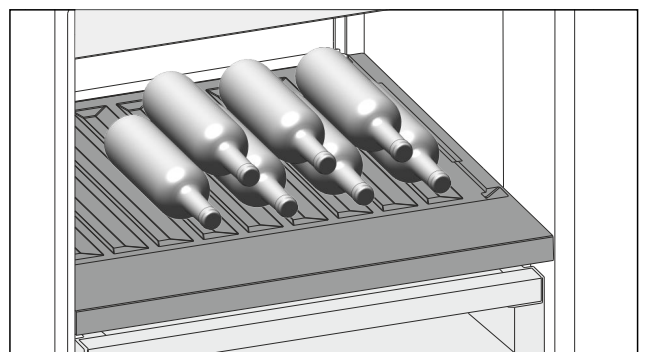

Fig. 149 Voorbeeldweergave
- ▶ Flessen met de bodem naar achteren tegen de achterwand plaatsen. (zie Fig. 149)